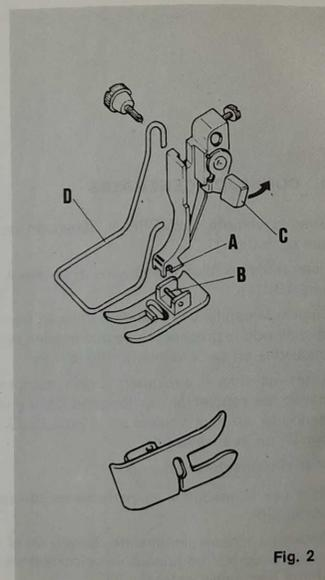
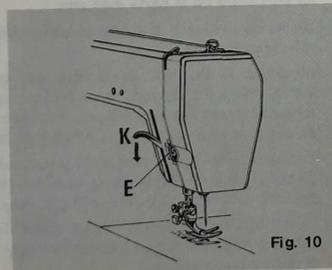

Fig. 2
Fig. 10
2.° SOPORTE PRENSATELAS (fig. 2)
- 1.° Bajar el prensatelas accionando el mando K (fig. 10) –teniendo cuidado de que la ranura A del soporte coincida con el pasador B de la suela– accionando la palanca C en dirección de la flecha (fig. 2).
- 1.° Subir la barra prensatelas (fig. 10).
10.º ELEVACION DEL PRENSATELAS (fig. 10) REGULACION DE LA PRESION DEL PRENSATELAS
Bajar el prensatelas (fig. 10).
Subir el prensatelas (fig. 10).